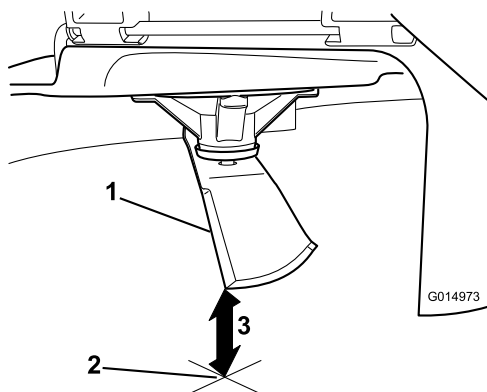

Figure 75
3. Mesurez la distance entre la pointe de la lame et la surface plane (Figure 75).